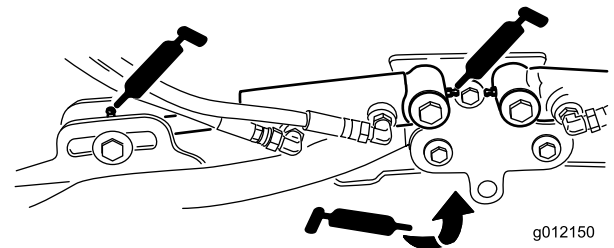

図 45
- 昇降アームのシリンダ各カッティングユニットの2ヶ所 図 45
- 昇降アームのピボット各アームに1ヶ所 図 45